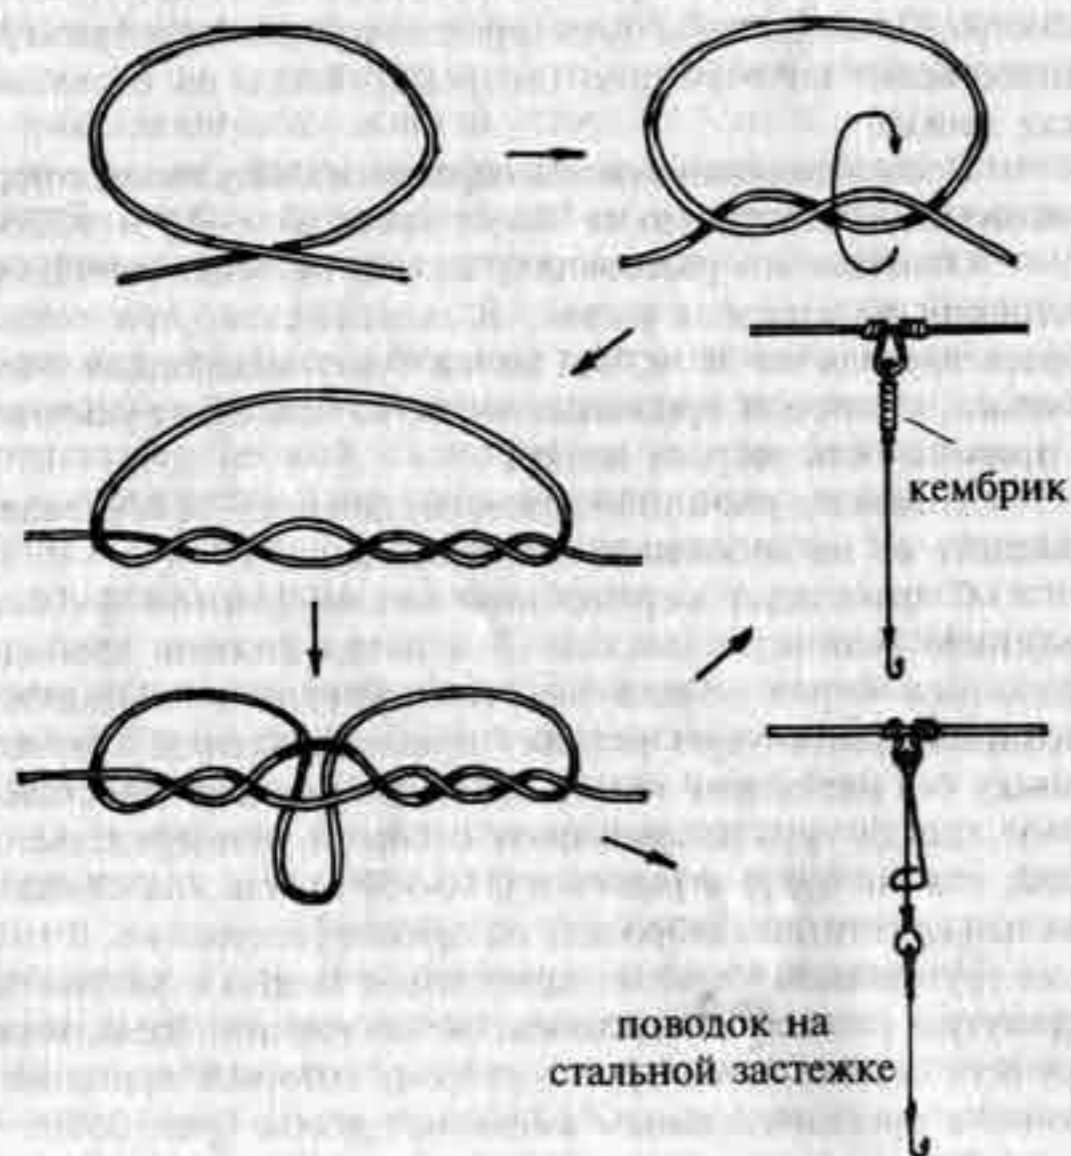

Рис. 38. Завязывание петель для поводков
**Леска.** Для донок с резинкой обычно используют леску диаметром до 1 мм. Способ завязывания петелек показан на рис. 38.
Петли поводков закрепляют с помощью клея с последующей обмоткой их тонкой шелковой или капроновой нитью. К лескам поводков прижмите крючки и готовые поводки наматывайте на мотовильце из пенопласта, пометив его тем же номером, которым будет пронумерована готовая донка. Предварительно к каждому поводку прикрепите застежку для соединения его с петелькой на основной леске (рис. 38).